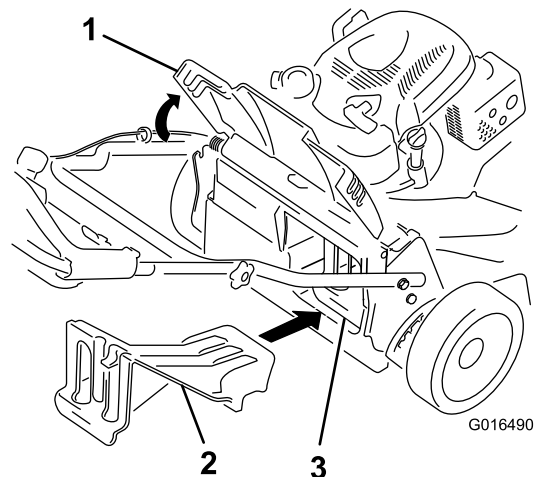

Figura 24
- Si el tapón de descarga trasero no está instalado, sujételo por el asa, eleve la puerta trasera e introdúzcalo en el conducto de descarga trasera hasta que el enganche encaje en su sitio; consulte Figura 24.
Importante: Asegúrese de que el tapón de descarga trasera está colocado antes de reciclar los recortes (Figura 24).